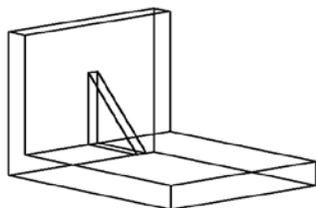

图 17.11.8 拉伸三角形
(4) 将二维面域拉伸成图 17.11.8 所示的三维实体。选择下拉菜单 **绘图(D)** →
③ 用三维动态观察器将模型调整到图 17.11.8 所示的方位。